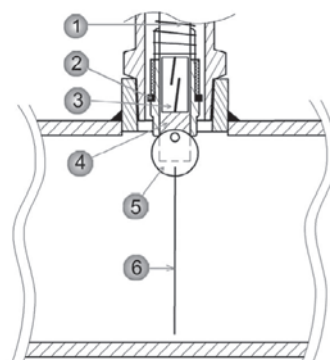

Рисунок 1.1. Герконовое реле разомкнуто
При отсутствии потока в трубопроводе лопасть (6) перпендикулярна трубопроводу – контакты герконового реле (3) разомкнуты (рис. 1.1).